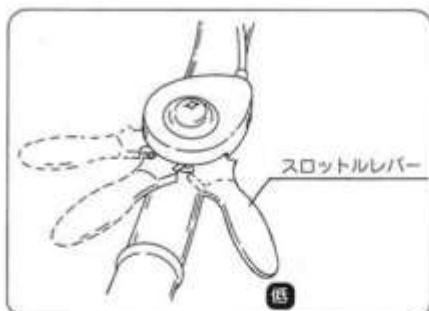

図11
- ② スロットルレバーを【低速】位置にもどします。(図11)